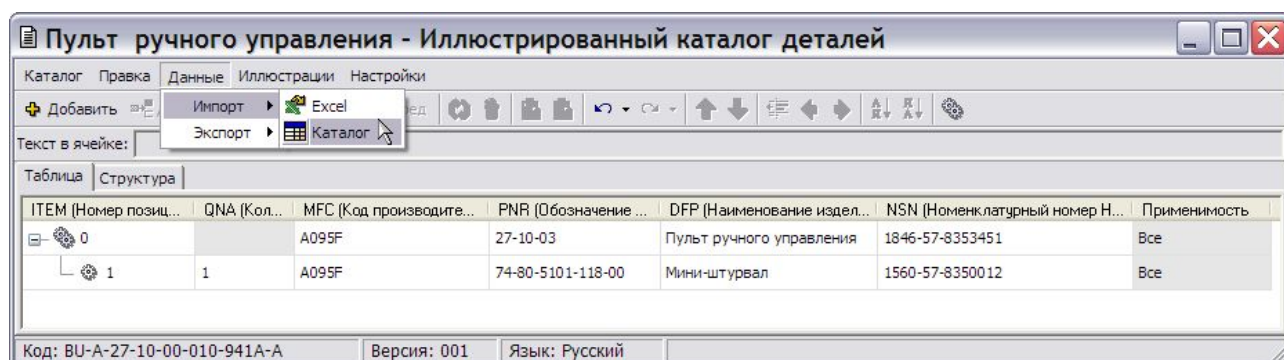

Рис. 4.31
2. В открывшемся списке укажите вариант импорта **Каталог** (Рис. 4.31).